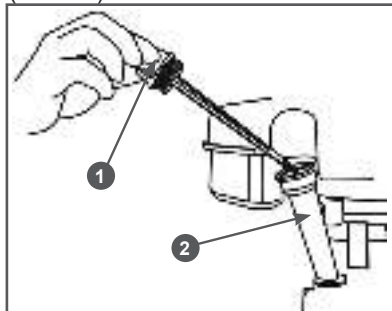

Рис. 11 Крышка-щуп маслозаливной горловины
- Открутите крышку-щуп 1 маслозаливной горловины 2 и извлеките щуп (Рис. 11).
2. Открутите крышку-щуп 1 маслосливной горловины и извлеките щуп (Рис. 11).